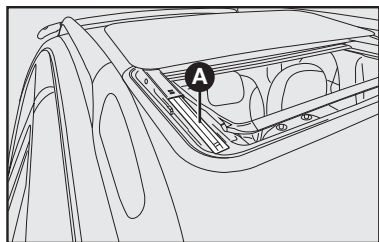

fig. 97
**Após a limpeza é necessário lubrificar moderadamente os elementos de deslizamento A-fig. 97 do mecanismo com vaselina sólida. Em caso de dificuldades, dirigir-se à Rede Assistencial Fiat.**